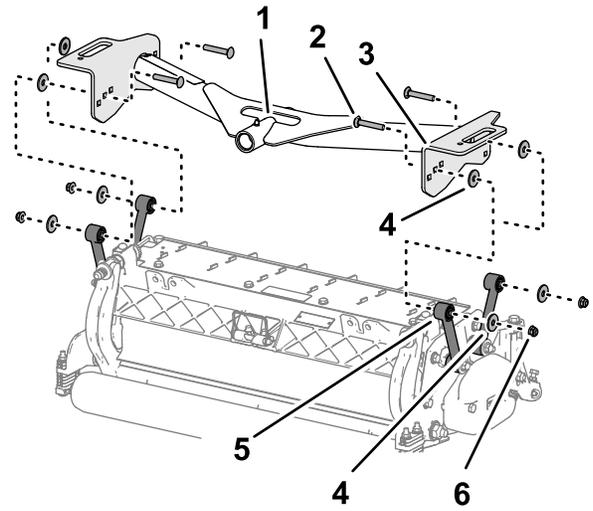

Figura 17
1. Alinee los orificios de las placas del bastidor de tiro delantero con los orificios de las placas de montaje de la unidad de corte (Figura 17).
2. Alinee una arandela entre la placa del bastidor y la biela (Figura 17), y monte provisionalmente las placas y el espaciador con un perno de cuello cuadrado ($\frac{3}{8}$ " x $2\frac{1}{4}$ "), una arandela y una contratuerca con arandela prensada ($\frac{3}{8}$ ").